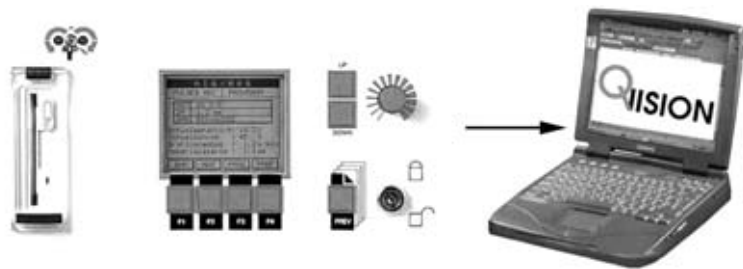

Рис. 8. Системное решение Q-Master и Q-Vision
**Системные программы** процесса Time Twin подготовлены для серийного производства в двух различных исполнениях: Q-Master и Q-Vision (рис. 8).